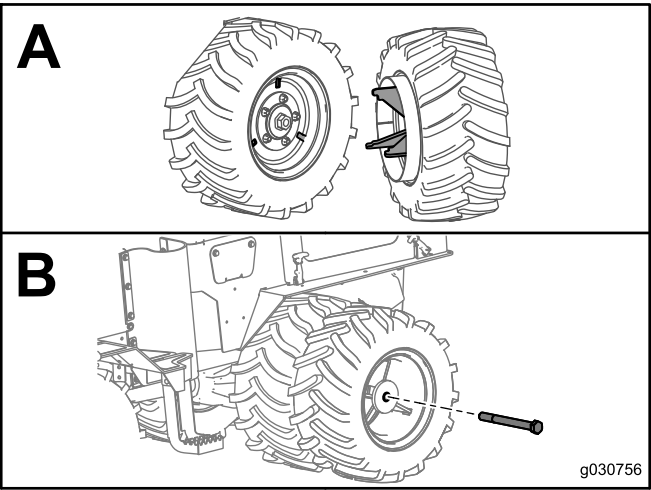

Figura 2
- 7. Alinee las pestañas de la rueda doble con las ranuras de la placa adaptadora (Dibujo A de Figura 2).
- 8. Instale la rueda doble en la placa adaptadora usando un perno grande con adhesivo de roscas (Dibujo B de Figura 2). Apriete el perno a 610–623 N m.